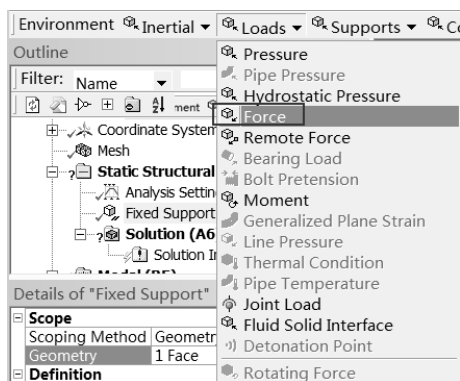

图 6-52 添加固定约束
Step4 :选择 Environment 工具栏中的 Loads (载荷) Force (力载荷) 命令,此时在分析树中会出现 Force 选项,如图 6-52 所示。